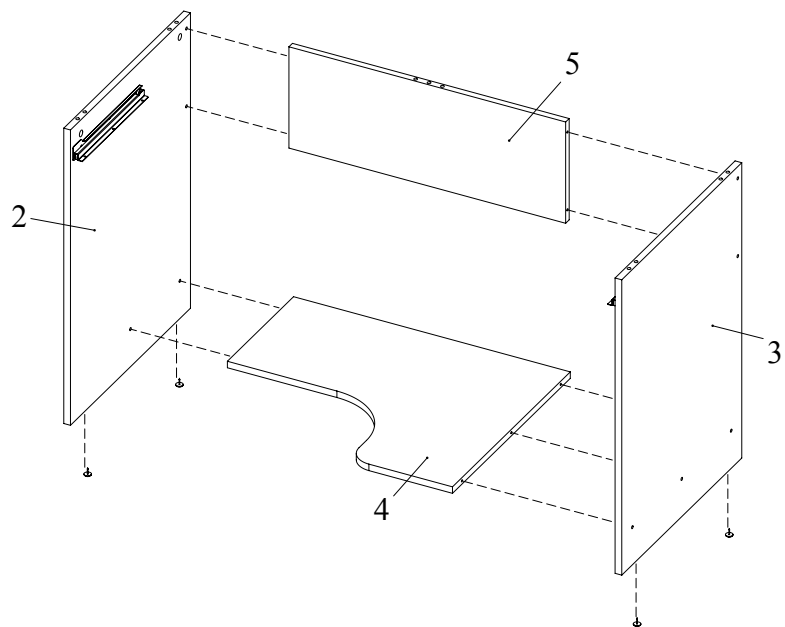

Рис.4
5. Скрепить конфирматами 7x50 боковину 2, 3 с полкой 4 и царгой 5. Вбить подпятники в торцы деталей 2, 3 (Рис. 4).